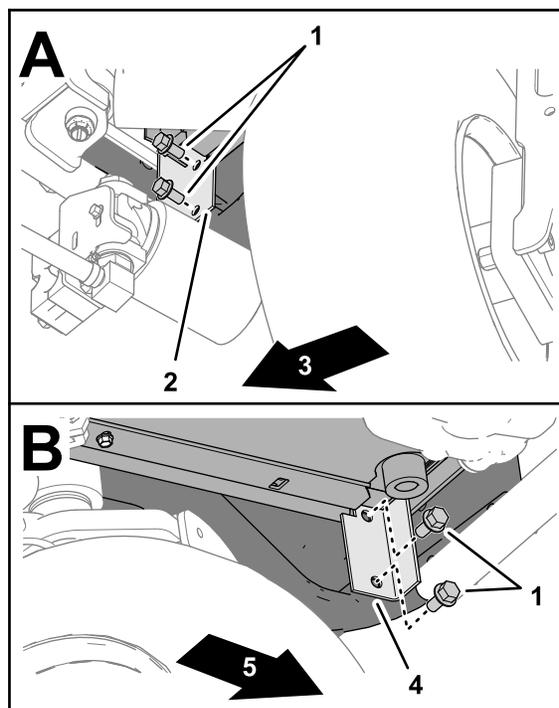

Figure 28
1. Dans l'angle inférieur avant du radiateur, fixez légèrement le support de radiateur au moulage arrière de la machine (Figure 28) à l'aide des 2 vis à embase (3/8" x 3/4") que vous avez retirées à l'opération Dépose du radiateur de la machine (page 10).
2. De l'autre côté de la machine, fixez légèrement le support de radiateur au moulage arrière (Figure 28) à l'aide des 2 vis à embase (3/8" x 3/4").